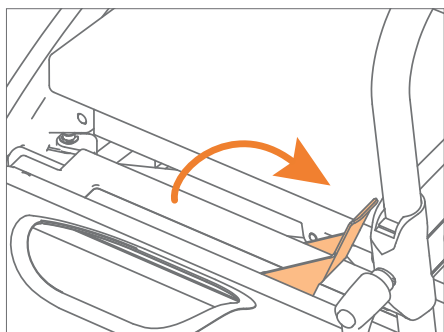

Abbildung 51: Rollstuhlpaket entriegeln.
- Ziehen Sie den roten Griff ohne Kraftaufwand nach oben. Dies wird das Rollstuhlpaket entriegeln und die Verriegelungsbolzen zurückziehen (**Abbildung 51**).